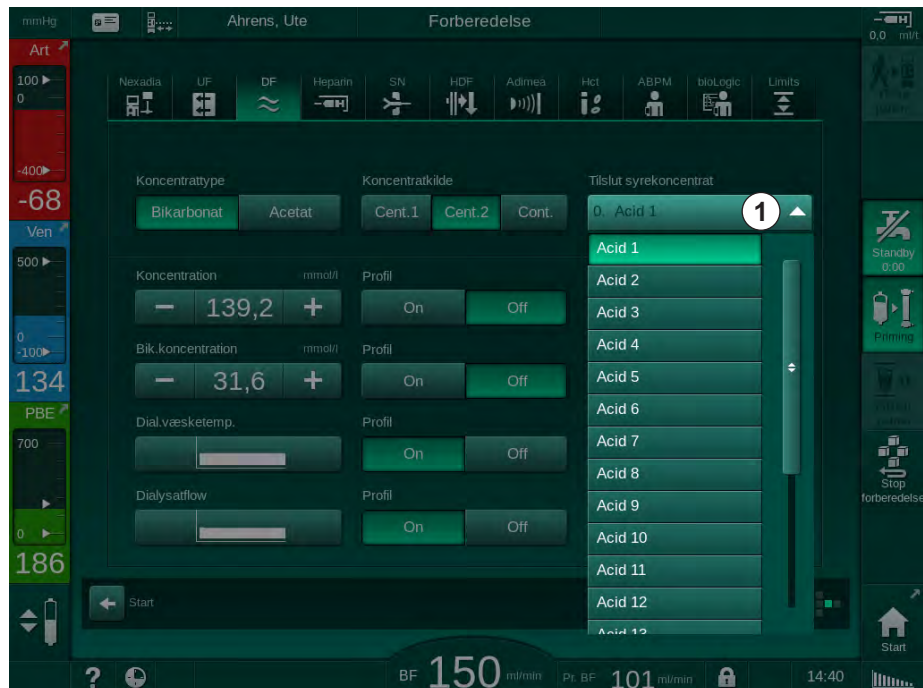

Fig. 5-18 DF-parametre i mmol-tilstand
Hvis indstillingen mmol/l er valgt til konduktivitet i TSM-tilstand, vises et ekstra felt med navnet på det valgte koncentrat (Fig. 5-18, ①). Når du trykker på dette felt, vises en liste over alle tilgængelige koncentrater. Der kan vælges op til 20 syrer og 10 acetater.